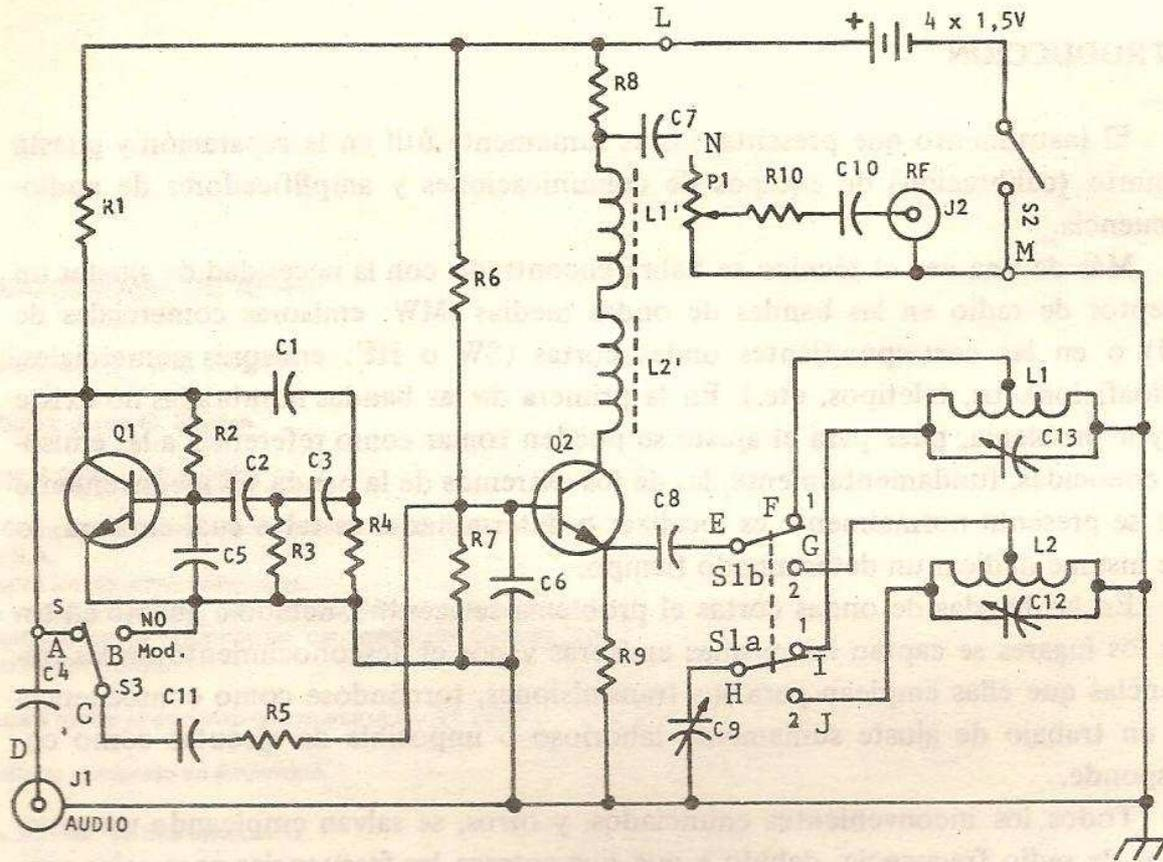

Figura 1 - Circuito del generador de AF-RF.
- Seguindo el circuito de la figura 1.